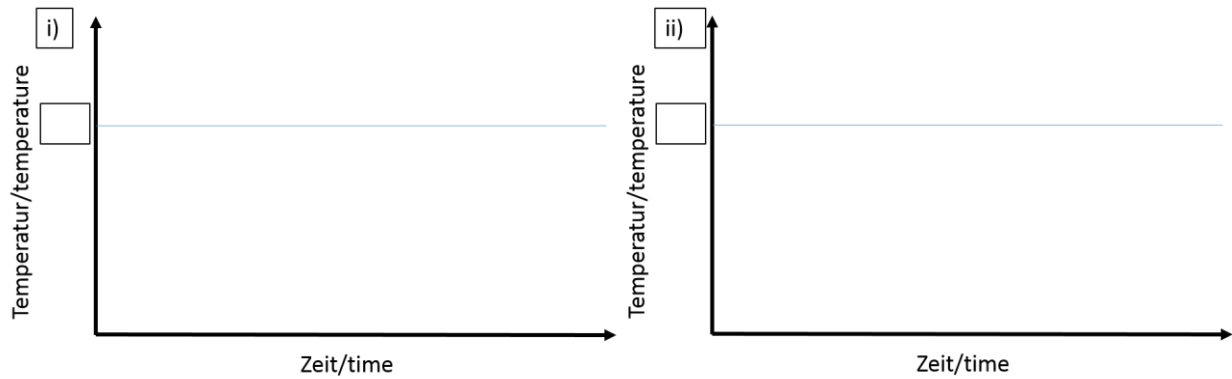

Abbildung 1:
- d) Skizzieren Sie in Abbildung 1 den Zeit-Temperatur-Verlauf einer Weichglühung für einen (i) untereutektoiden Stahl mit einem C-Gehalt von 0,5 % und einen (ii) übereutektoiden Stahl mit Korngrenzenzementit! Geben Sie die ungefähre Temperatur der Weichglühung an! (3 Punkte)